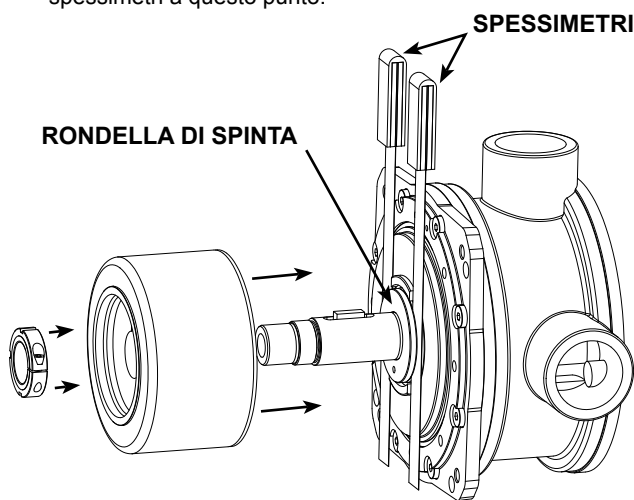

FIGURA 12
7. Sistemate due spessimetri (0,002 pollici), uno su ciascun lato, tra la boccia della piastra di adattamento e la rondella di spinta del magnete interno. Vedere **figura 12**. In questo modo si stabilirà il gioco corretto per le rondelle di spinta. Serrare il controdado fino a quando gli spessimetri sono ben stretti ma possono essere ancora rimossi. Non togliere gli spessimetri a questo punto.